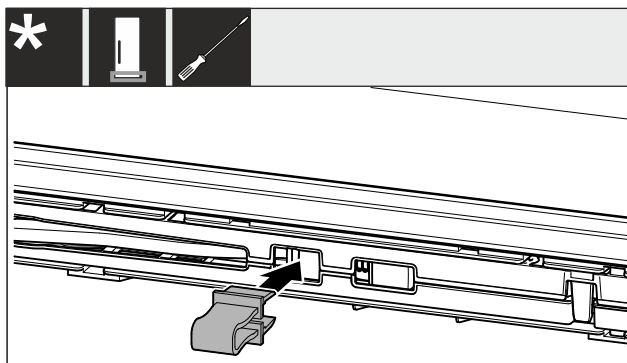

Fig. 4
- ▶ Pattintsa be a biztosítékot a nyílásba Fig. 4 ().